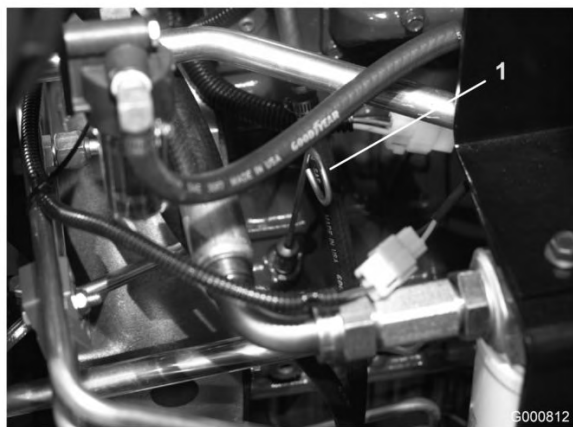

Figura 30
2. Retire a vareta (Figura 30), limpe-a e volte a colocá-la. Retire-a novamente e verifique o nível do óleo: o nível de fluido deve situar-se na marca FULL da vareta.